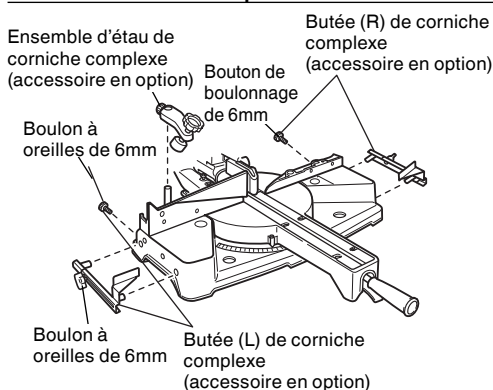

Fig. 40-a
- (1) Les butées (L) et (R) de corniche complexe permettent des coupes plus faciles de corniches complexes sans inclinaison de la lame de scie. Les installer sur la base, de chaque côté, comme le montre la Fig. 40-a. Après les avoir introduits, serrer les boutons de boulonnage de 6mm sur les butées de corniche complexe.